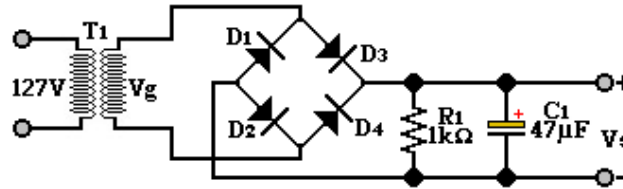

Figura 3.4.
11. Arme el circuito de la figura 3.4, dibuje la forma de onda de  $V_s$  obtenida en el osciloscopio en papel milimétrico, anotando la magnitud del voltaje de rizo, así como los valores de voltaje entre los que se encuentra ( $V_{SM}$  y  $V_{Sm}$ ).